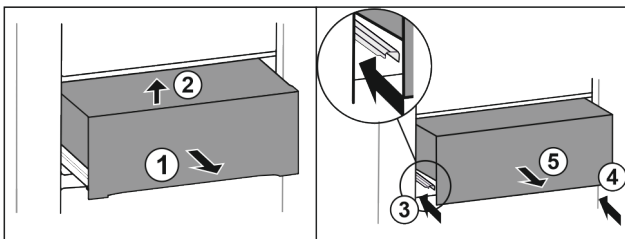

Fig. 31
- ▶ Sortir le tiroir à mi-chemin Fig. 31 (1).
- ▶ Le soulever à l'avant Fig. 31 (2).
- ▶ Rentrer le rail de gauche Fig. 31 (3).
- ▶ Rentrer le rail de droite Fig. 31 (4).
- ▶ Retirer le tiroir par l'avant Fig. 31 (5).